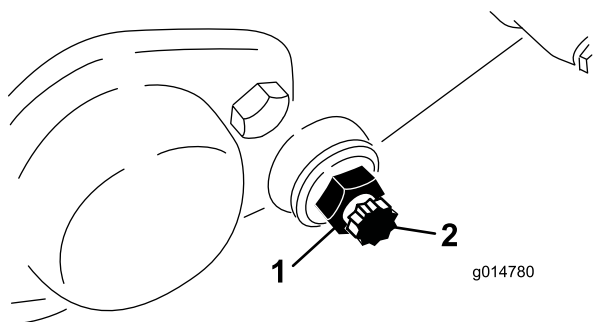

Figura 56
3. Desaperte a porca de bloqueio que segura a cavilha da barra de apoio, em cada um dos lados da máquina (Figura 56).
4. Remova cada uma das cavilhas da barra de apoio, de modo a permitir puxá-la e retirá-la da máquina. Guarde as duas anilhas de nylon e as duas anilhas de aço prensado de cada uma das extremidades da barra de apoio (Figura 56).